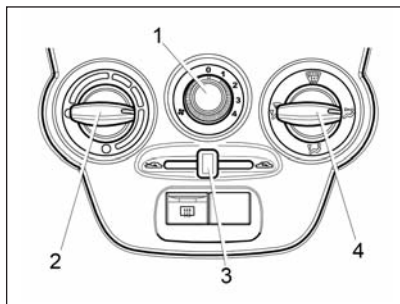
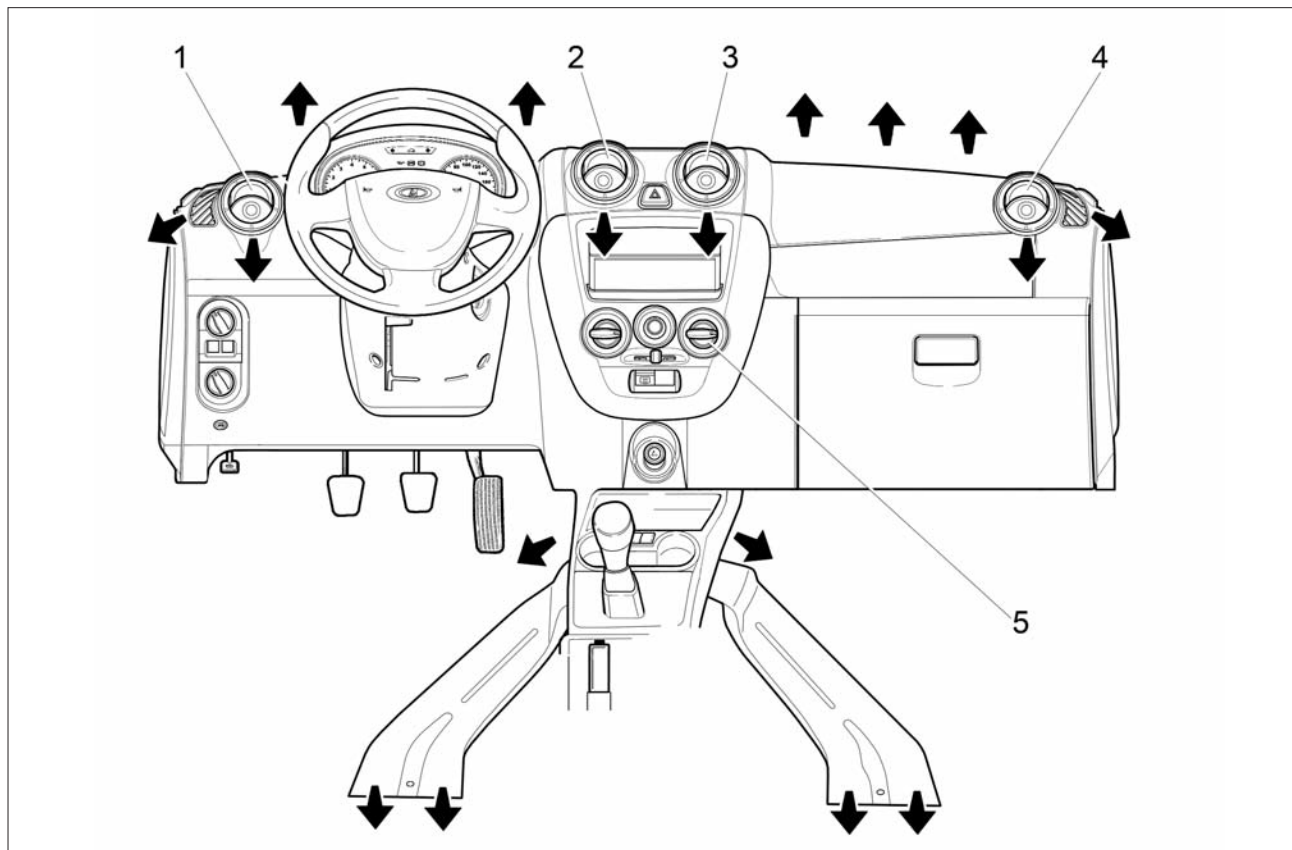
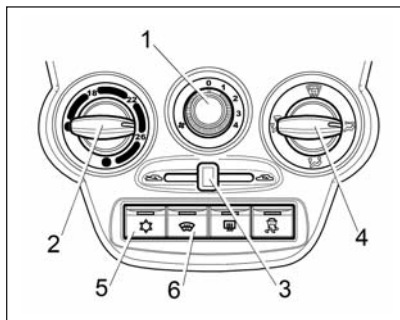

Рис. 38. Блок управления системой вентиляции и отопления
Рис. 39. Направления потоков воздуха из дефлекторов и воздуховодов
Рис. 40. Блок управления климатической системой (в варианном исполнении)
Отопительно-вентиляционная установка автомобиля предназначена для создания в салоне комфортной температуры воздуха, значение которой регулируется блоком управления системой вентиляции и отопления (рис. 38). Однако она не может обеспечить в салоне температуру ниже, чем имеет наружный воздух.
Непосредственным воздействием на дефлекторы сопел 1, 2, 3 и 4 (рис. 39) регулируется интенсивность подачи воздуха путем изменения положения дефлекторов вплоть до полного их закрытия. Открытие нужного сопла производится нажатием на специальное углубление в дефлекторе. Вращением дефлектора регулируется направление воздушного потока.
– **рукоятку 4** (см. рис. 38) установить в зависимости от желаемого направления потока;
– **сопла 1 и 4** (см. рис. 39) отрегулировать по направлению и силе потока (рукояткой переключателя 2, см. рис. 38), в зависимости от желаемого направления и силы потоков;
– **рукоятку 3** (см. рис. 38 и рис. 40) перевести в крайнее левое положение ;
– **рукоятку 4** (см. рис. 38) установить в положение ;
– **сопла 1 и 4** (см. рис. 39) направить на соответствующие боковые стекла в зону наибольшего запотевания;
– **рукоятку 2** (см. рис. 38) установить в положение подачи максимально теплого воздуха (красная точка) в холодное время года (максимально холодного воздуха в теплое время года, кроме того, рекомендуется включать кондиционер при наличии);
– **рукоятку 1** (см. рис. 38) поставить на скорость в зависимости от степени запотевания стекла.
При мойке автомобиля нельзя включать вентилятор климатической системы, что соответствует положению «0» рукоятки 1 (см. рис. 38).
– **рукоятку 2** (см. рис. 38) установить в положение подачи максимально теплого воздуха;
– **сопла 1 и 4** (см. рис. 39) направить на соответствующие боковые стекла в зону наибольшего обледенения;
– **рукоятку 1** (см. рис. 38)
- **рукоятку 4** (см. рис. 38) установите в желаемое положение направления потоков воздуха;
В варианном исполнении (см. рис. 40) климатическая установка имеет дополнительный режим кондиционирования, обеспечивающий охлаждение воздуха, подаваемого в салон автомобиля.
2. Включите вентилятор, установив **рукоятку 1** (см. рис. 40)
В положении  рукоятки 4 хотя бы одно из сопел 1, 2, 3 или 4 (см. рис. 39) должно быть открытым, иначе теплообменник охлаждения воздуха (испаритель) может обледенеть и перекрыть подачу воздуха в салон.
Для установки желаемой температуры воздуха в салоне поверните **рукоятку 2** (см. рис. 40) по часовой стрелке для повышения, против часовой стрелки для понижения. Температура будет поддерживаться автоматически в пределах производительности климатической установки и установленного допуска.
2. Поверните **рукоятку 2** (см. рис. 40 против часовой стрелки в левое положение до упора (синяя точка на блоке управления).
3. Установите **рукоятку 4** своей меткой напротив символа . **Сопла 1 и 4** (см. рис. 39) панели приборов должны быть открытыми.
4. **Рукояткой 1** (см. рис. 40) включите максимальную скорость вентилятора климатической установки (положение «4»).
Для включения/выключения ЭОВС нажмите **кнопку 6** (см. рис. 40), при включении загорается индикатор на кнопке выключателя. Контрольный световой индикатор, расположенный на кнопке выключателя, будет светиться желтым светом в течение всего времени работы системы электрообогрева. Система ЭОВС функционирует только при работающем двигателе.